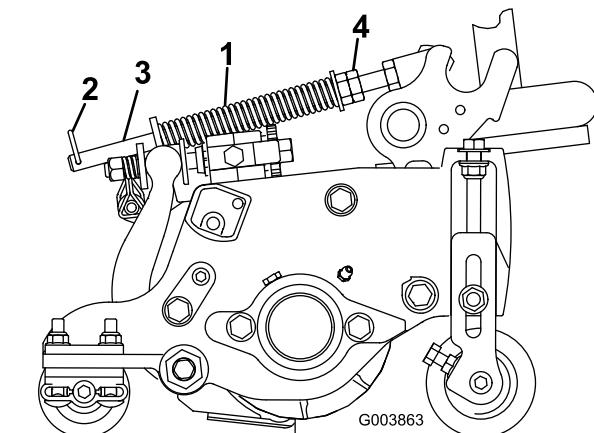

图 21
草坪补偿弹簧图 21 可将重量从前滚筒转移至后滚筒。这有助于减少草坪的波动图形也称为波浪形或摆动形。
1. 确保发卡销安装在弹簧杆的后孔内 图 21。
2. 拧紧弹簧杆前端的六角螺母直至压缩后的弹簧长度为 159mm 请参阅图 21。